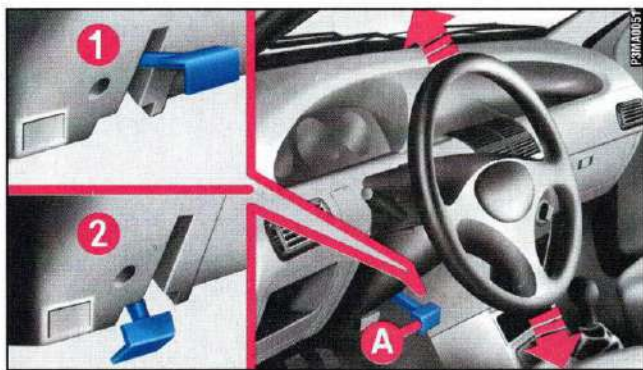

fig. 13
- 1) Spostare la leva **A**-fig. 13 in posizione 1.